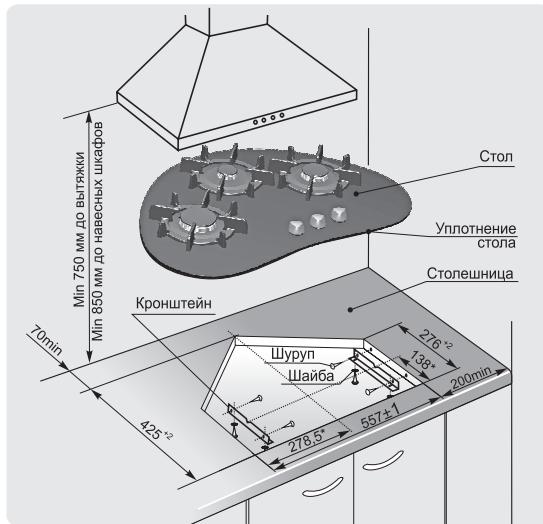

Рис. 4 МОДЕЛЬ ЧН2120
1. Точно разметить на столешнице контур проема под встраиваемый стол в соответствии с рис. 4, 5, 6.